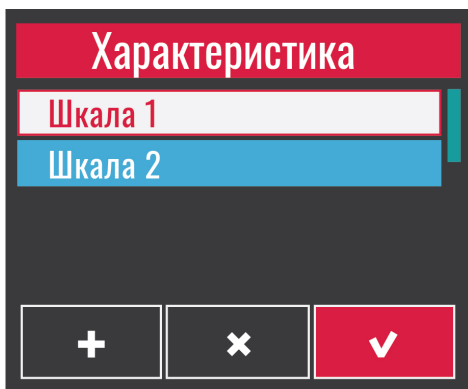

Рисунок 7
2.4.4 В пункте «МЕНЮ» необходимо нажать «Сменить изделие». На дисплее появится список изделий, для которых уже произведены настройки (рисунок 7).